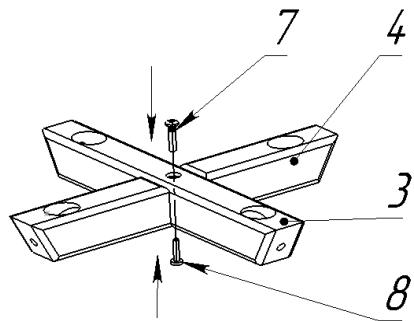

Рисунок 3.
3.3. Соединить детали крестовины (3) и (4), скрепив их винтом-стяжкой M6x25 (8) и стяжкой межсекционной M6x30 (7) с помощью ключа для конфирматы (11) и отвертки (см. рисунок 3).